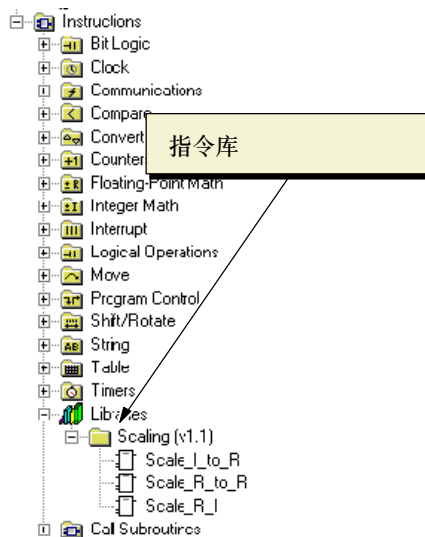

图5-11 具有库的指令树
STEP7-Micro/WIN既允许创建自定义的指令库，也允许使用由其他人创建的库。参见图5-11。